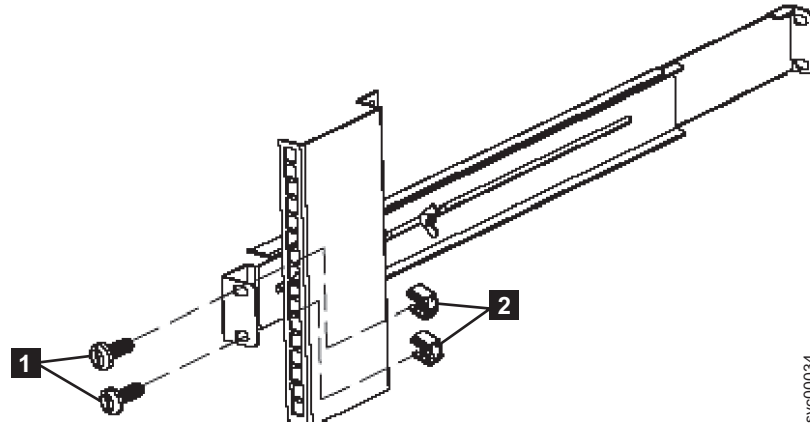

図 20. 2145 UPS-1Uへの後部レールの固定
7. 2 つの M6 × 10 ねじ (39 ページの図 20 の **1**) と 2 つのクリップ・ナット **2** を使用して、レールをラック背面に取り付けます。お客様のラックは、ここに示されているものとは異なる場合があります。その時には、異なるクリップ・ナットまたは締め金具が必要です。